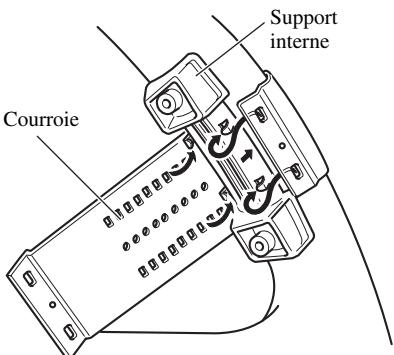

Fig. 16
1. Fixer le support interne à la circonference intérieure du volant de direction avec la courroie. (Fig. 16)